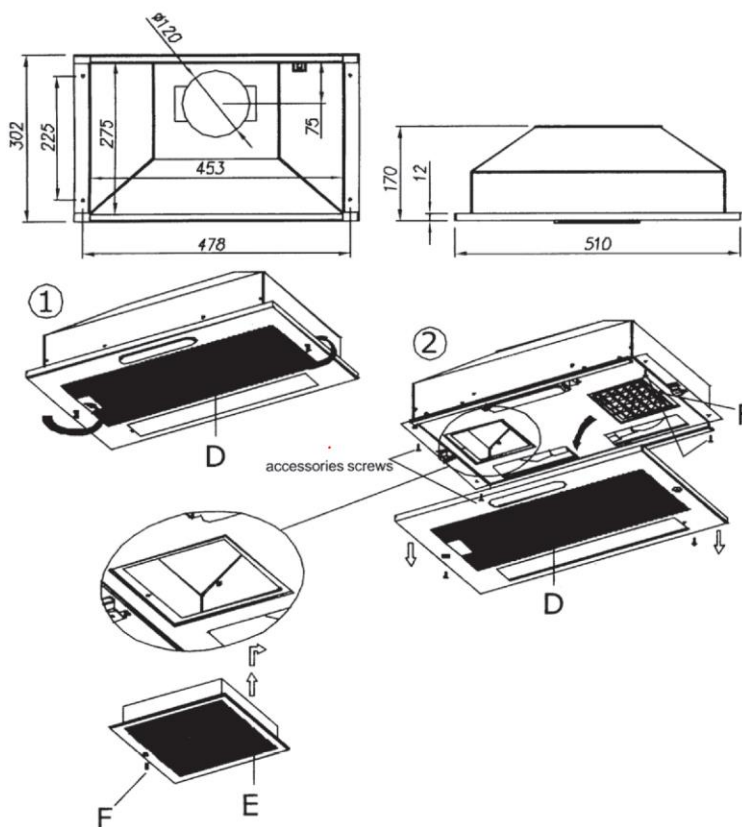

Fig.1
**Prema skici** proizvoda ( **Fig. 1** ) kotirajte mjesto na polici ormarića gdje ćete isporučenim vijcima pričvrstiti napu za policu. Prije toga izrežite rupu promjera 125 mm kroz koju će te provući cijev kojom će te izbaciti zrak iz ormarića/prostorije. Nakon toga koristite profile za zatvaranje preostalog prostora
**Prema skici ( Fig. 1 ) za način 1.** kotirajte mjesto na ormariću ( oznaka C ) gdje ćete prikladnim vijcima za drvo pričvrstiti napu za ormarić. Nakon toga izrežite rupu promjera 125 mm kroz koju će te provući cijev kojom će te izbaciti zrak iz ormarića/prostorije koristeći spojnicu (oznaka A). Zatim **izbušite rupe promjera 6 mm** te prikladnim vijcima za drvo pričvrstite napu za ormarić.
**Prema skici ( Fig. 1 ) za način 2.** kotirajte mjesto na zidu ( oznaka B ) gdje ćete prikladnim vijcima i tiplovima pričvrstiti napu za zid. Nakon toga izrežite rupu promjera 125 mm kroz koju će te provući cijev kojom će te izbaciti zrak iz ormarića/prostorije koristeći spojnicu (oznaka A). Objesite napu na dva vijka u zidu i sigurnosno je osigurajte dodatnim učvršćivanje kroz rupe na kućištu nape ( oznaka Z )